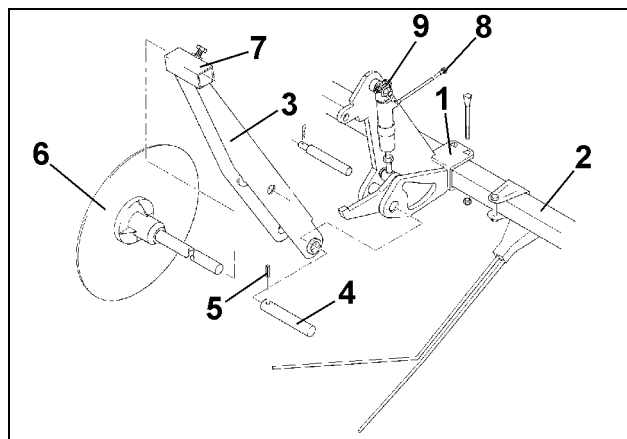

Fig. 114
- fijar dos vigas de acople (Fig. 114/1) en la almohaza exacta
- Fijar y asegurar el soporte de discos de huella (Fig. 114/3) con perno (Fig. 114/4) y clavija de sujeción (Fig. 114/5)
- Introducir los discos de huella (Fig. 114/6) en los soportes de discos de huella (Fig. 114/3) y apretar con los tornillos de cabeza hexagonal (Fig. 114/7)
- Conectar las mangueras hidráulicas (Fig. 114/8) a ambos cilindros hidráulicos (Fig. 114/9) y junto con el cilindro hidráulico para la corredera de rodadas en el cabezal de distribución conectarlas a la válvula electrohidráulica